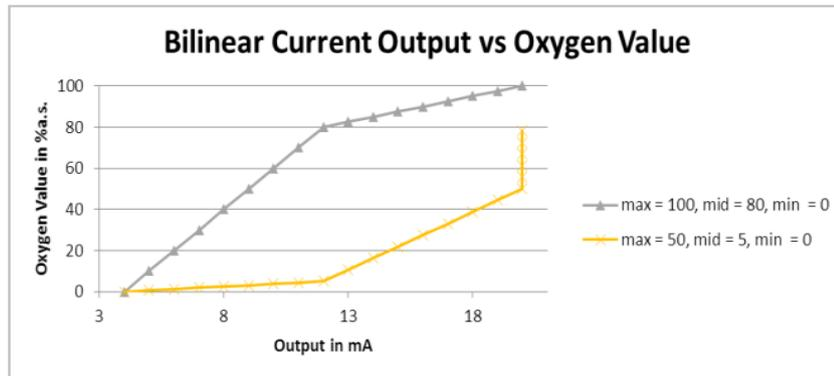

Abbildung 65. Bilinearer Stromausgang vs. Sauerstoffwert
- **Bilinear:** Es wurden ein hoher, mittlerer und ein niedriger Wert eingestellt, die jeweils 4 mA, 12 mA und 20 mA entsprechen. Dieser Modus ermöglicht eine höhere Auflösung innerhalb eines bestimmten Bereichs. Siehe Abbildung 65 für ein Beispiel.
Das erste Beispiel (graue Linie) in Abbildung 65 zeigt die hohe Auflösung in einer Umgebung mit geringem Sauerstoffgehalt. Das zweite Beispiel (gelbe Linie) zeigt eine hohe Auflösung in einer Umgebung mit hohem Sauerstoffgehalt. Außerdem wird das Verhalten für Messwerte außerhalb des Wertebereichs dargestellt (Sauerstoffwerte oberhalb eines Maximums von 50 werden als 20 mA dargestellt).